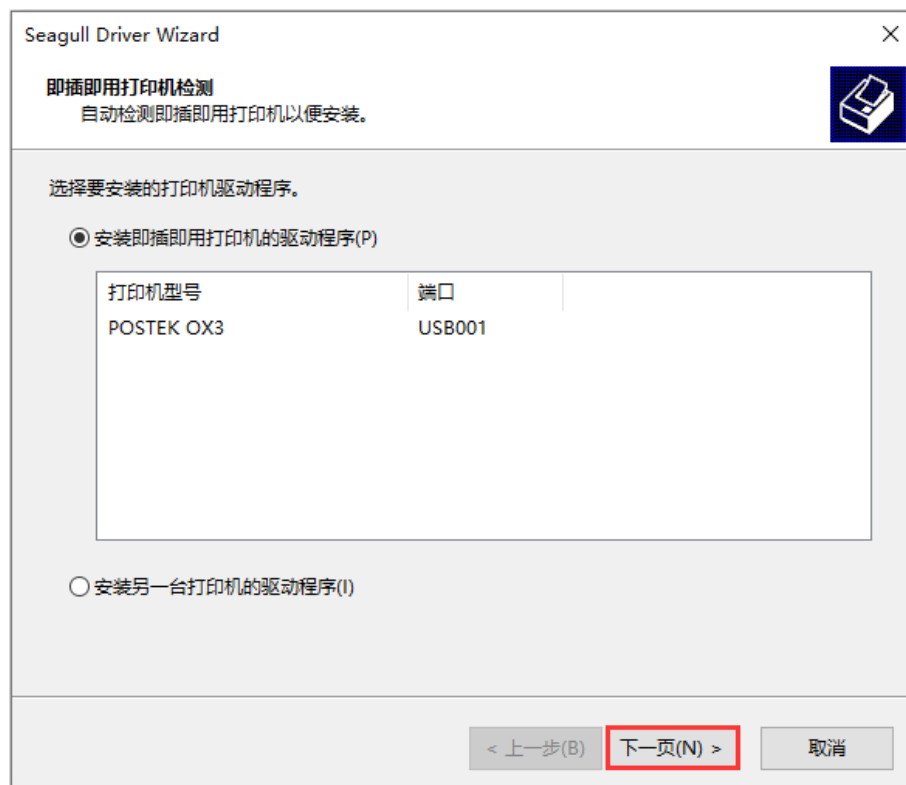

图 2-44 检测打印机界面
7. Windows 将自动检测出打印机 USB 端口（以 POSTEK OX3 为例），如图 2-44 所示，点击“下一页(N)”；